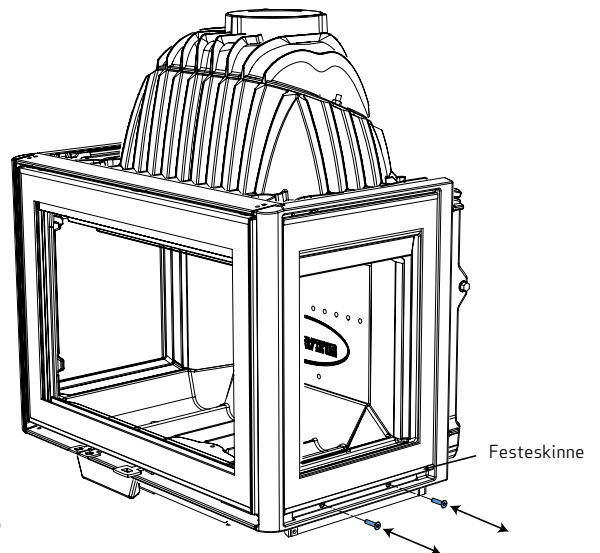
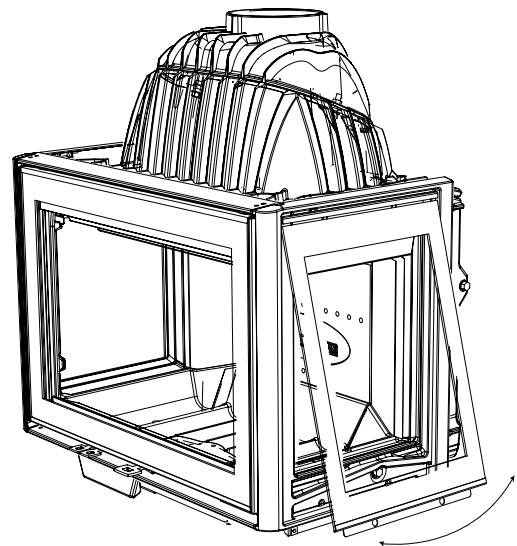

Fig. 8
Fig. 9
2. Fjern de 2 skruene på nedre festeskinne, fig. 8. Hold glasset/forblendingsplaten når festeskinnen fjernes.
3. Trekk glasset/forblendingsplaten ut i nedkant og trekk denne ut av øvre festeskinne, fig. 9.
4. Sett forblendingsplate/glass inn i øvre festeskinne fig. 9 og monter nedre festeklips fig. 8.